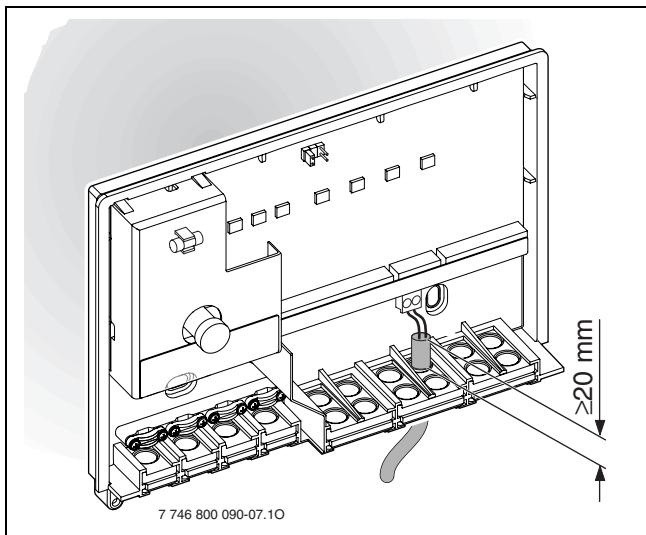

Рис. 11
Задля забезпечення захисту кабелю від бризок води (IP) його слід прокладати так, щоб оболонка заглиблювалася у вводі щонайменше на 20 мм (→ рис. 11).